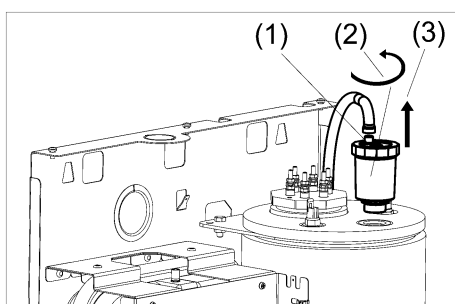

Рисунок 10. Замена воздухоотводчика
- (1) Снимите проволоочный хомут и отсоедините сбросной шланг от штуцера воздухоотводчика (см. рис. 10).